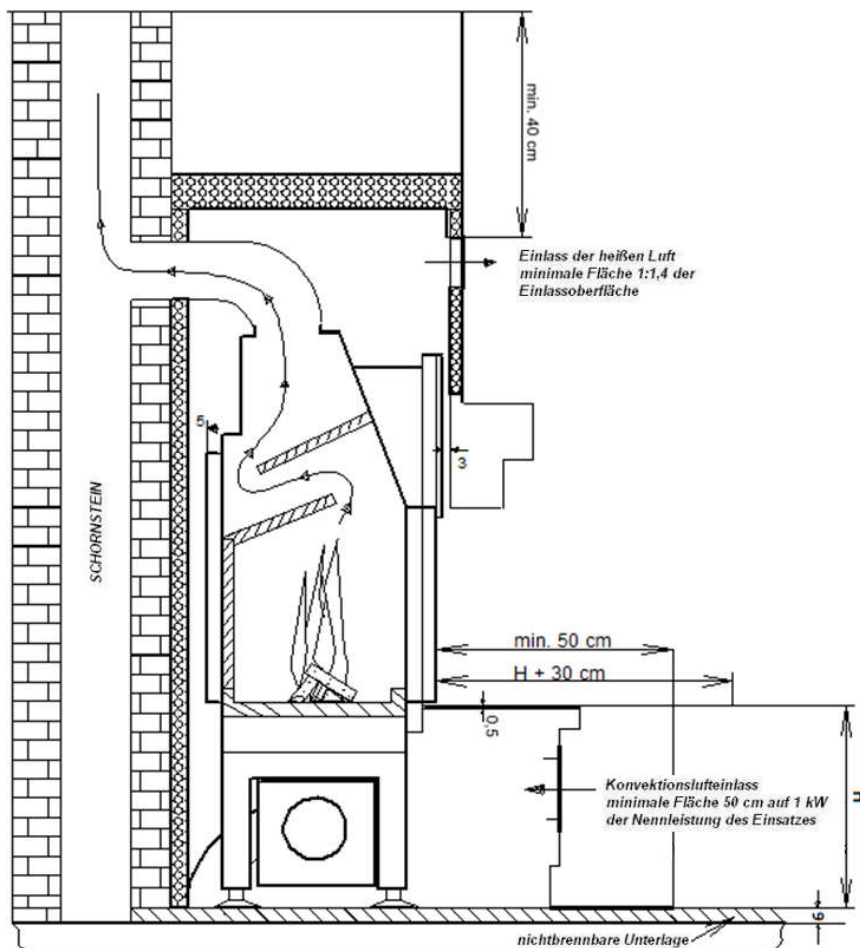

Abb. 1.3. Mindestraum um den Kamineinsatz und das Bausatz
- Wenn Sie den Kamin benutzen, erzeugt das Bausatz eine hohe Temperatur von bis zu 600 ° C. Um eine Überhitzung der Kamineinsatzkomponenten und eine Beschädigung des Kamingehäuses zu vermeiden, halten Sie die minimalen Ausdehnungsabstände ein (Abb. 1.3).